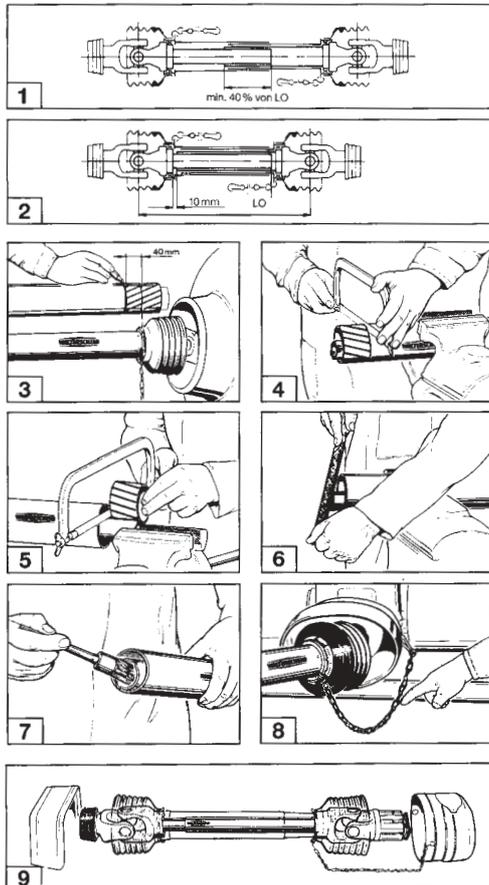

Fig. 5.5
**En accouplant pour la première fois l'arbre à cardan au tracteur, l'adapter selon les indications de la figure 5.5. Etant donné que la modalité d'adaptation décrite ne vaut que pour ce type de tracteur, vérifiez s'il y a lieu d'adapter l'arbre à cardan lorsqu'il est monté sur un autre type de tracteur.**